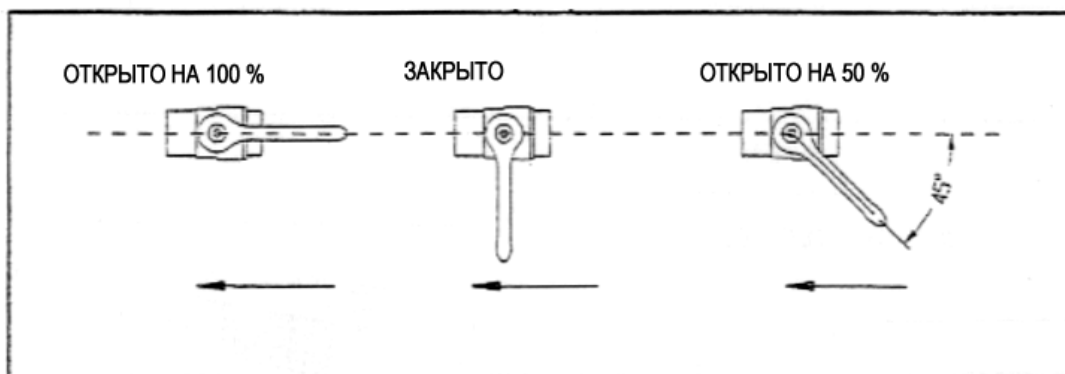
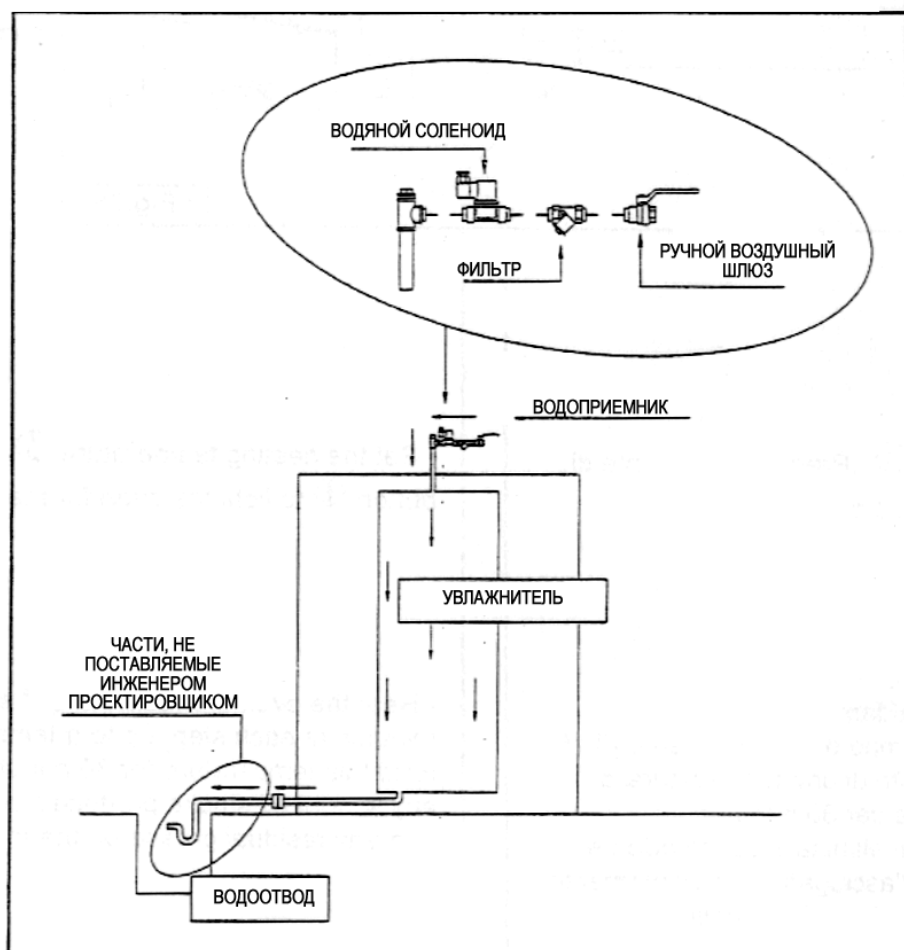

Рис. 26
Рис. 25
- Проверьте водяной контур (**Рис. 25**) при холодном увлажнителе. Отрегулируйте его работу ручным воздушным шлюзом на 50 %, как это показано на **Рис. 26**.